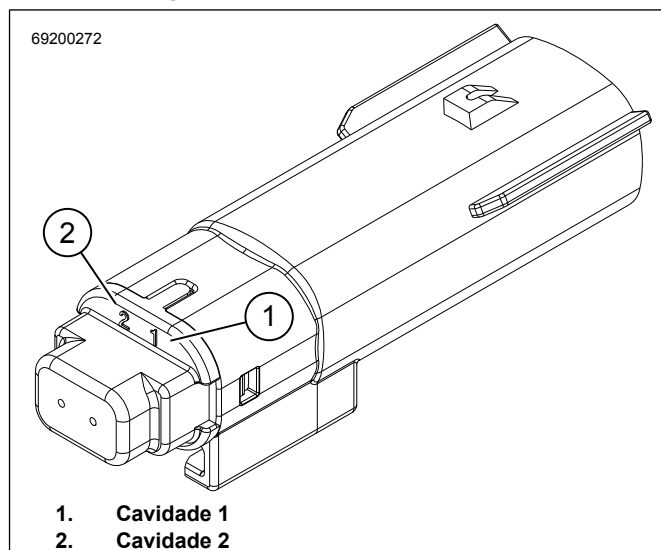

Figura 5. Conector de 2 Pinos 69200272
3. Figura 5 Instale os pinos do terminal branco/rosa na cavidade 1 do conector [69200272].